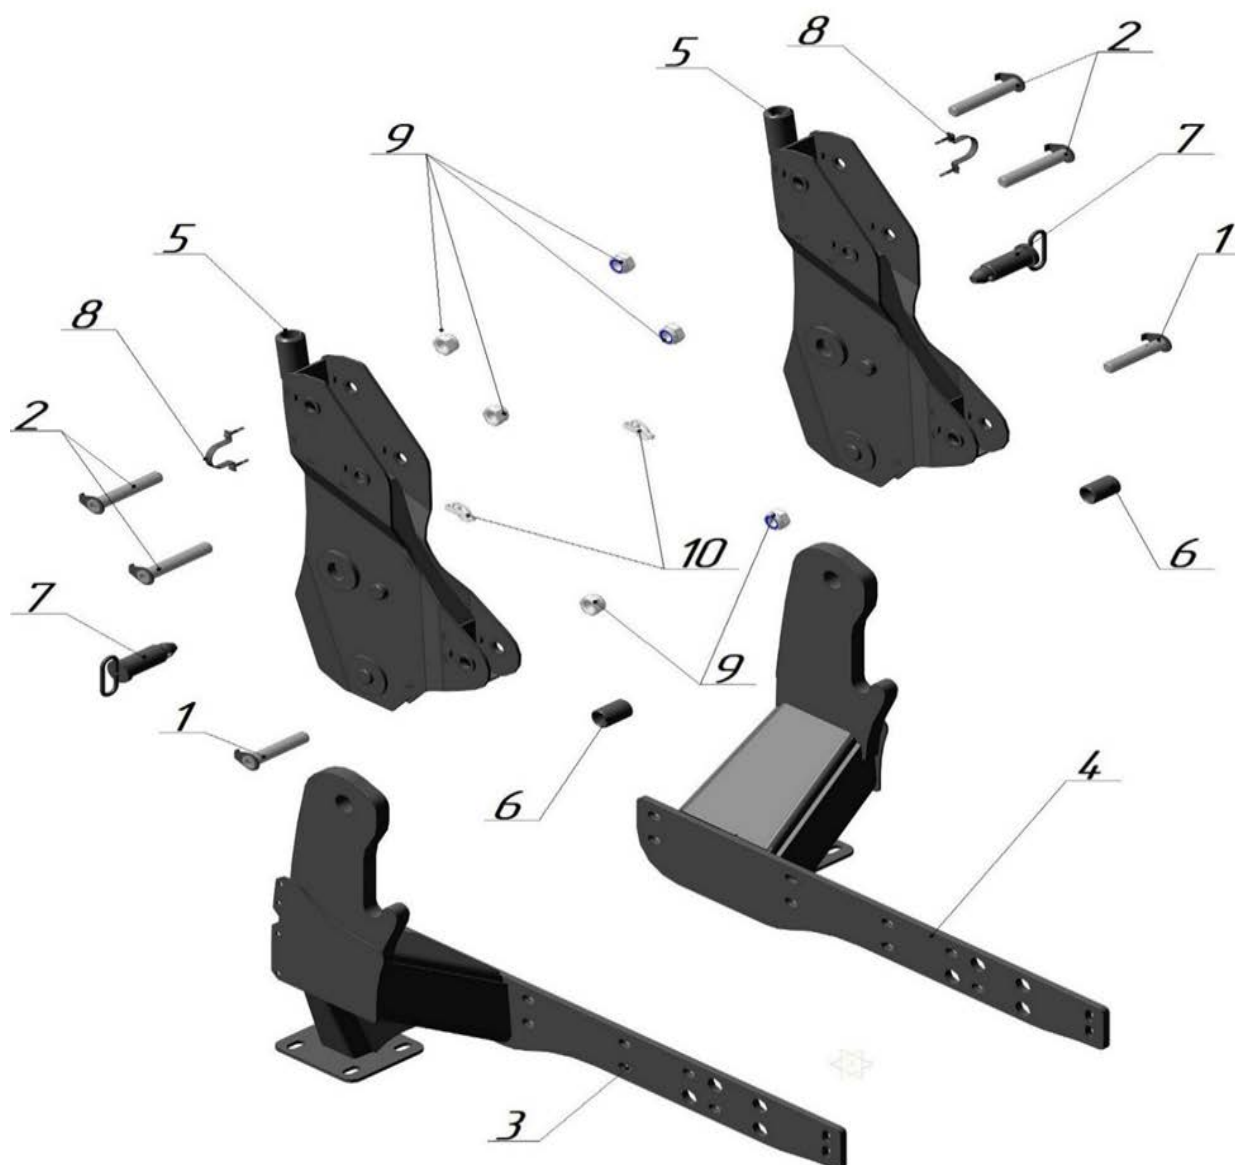

Рис. 2.1 – БЗ-V.01.090 сборка подрамников
2.1. Состав сборки подрамников БЗ-V.01.090 (трактор Беларусь 82 с быстросъёмным механизмом с трактора) приведен на рис. 2.1 и таблице 2.1.